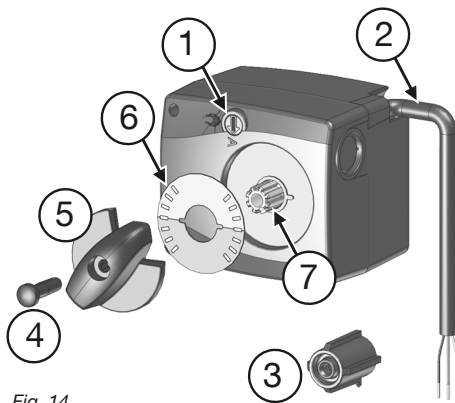
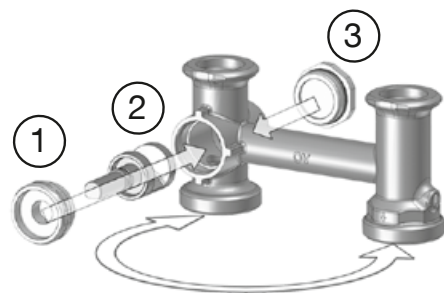

Fig. 14
Fig. 21
3. Rimuovere il **comando rotativo (5)** e la **vite (4)** dall'**albero cavo (7)**.
4. Ruotare il **disco con indicatore (6)** di 180° così che **la zona rossa punti verso l'alto** (fig. 14)
5. Rimontare il **comando rotativo (5)** e la **vite (4)** sull'**albero cavo (7)**.
6. Montare l'**adattatore (3)** in dotazione con l'attuatore (vedi fig.14) sul mandrino della valvola miscelatrice. **Si prega di assicurarsi che il "dente" a punta sia rivolto verso il basso** (fig. 21).